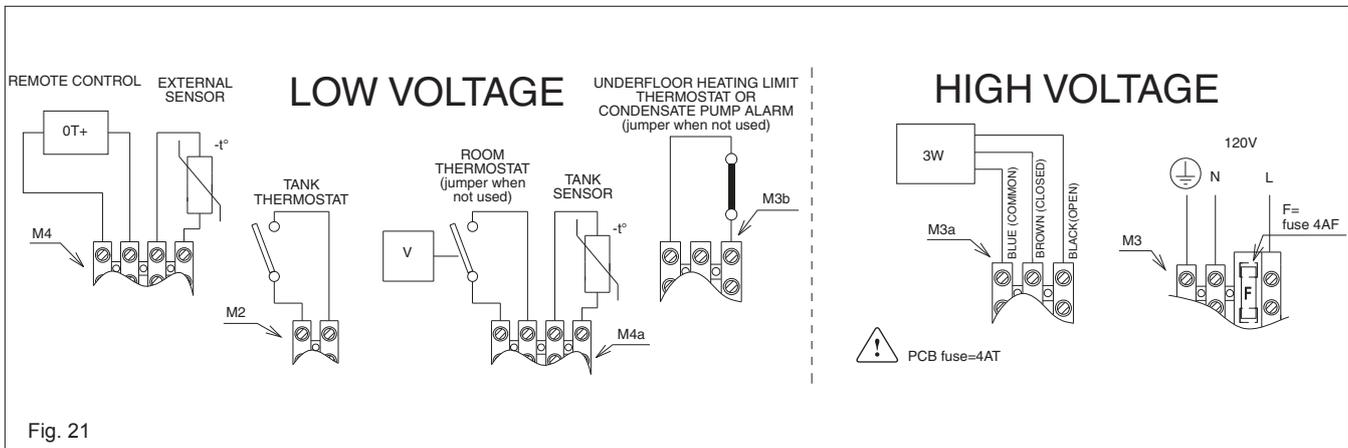

Fig. 21
NOTAS IMPORTANTES: O aparelho vem com um jumper instalado na fábrica para conexão com o termóstato ambiente para permitir o funcionamento básico da caldeira por meio do interruptor de selecção de modo. Se for previsto que serão necessários controlos externos, consulte os esquemas eléctricos (remova o jumper do termóstato ambiente se houver um controlo remoto instalado na tira de terminais de baixa tensão - M4 Fig. 21).
Tira de terminais da caldeira (Fig. 21)
1. Conecte o termóstato ambiente ou o interruptor de extremidade, a tira de terminais é de 24 V (Fig. 21 ref. M4a)
2. Uma vez que o jumper foi ajustado no modo DHW (tanque com sonda ou tanque com termóstato), quando houver um pedido de calor do sensor ou do termóstato, haverá energia (120 V – 60 Hz) para a tira de terminais da caldeira M3a (Fig. 21).